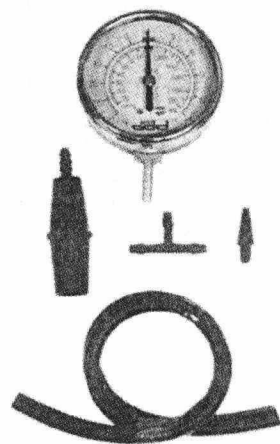
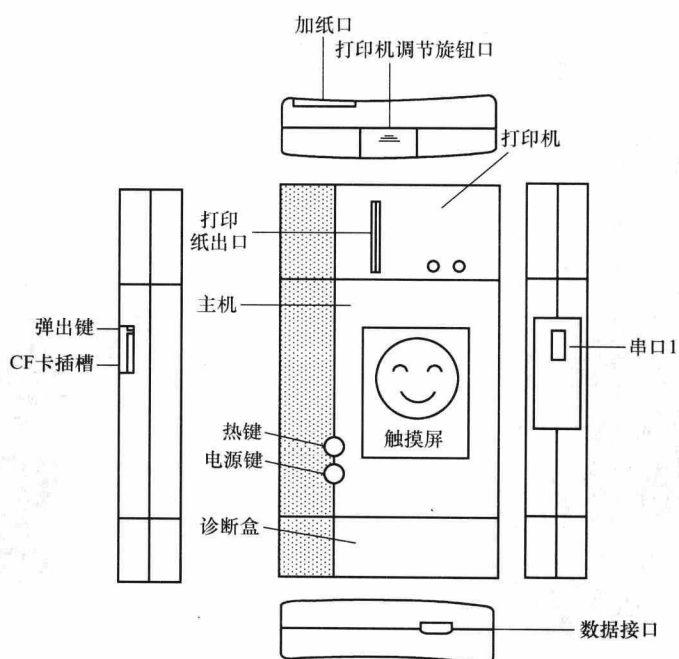

图 1-5 真空压力表实物
图 1-6 X431 触屏式电眼睛微机检测设备
(1) 普通诊断仪器诊断 采用专用测量仪器对汽车某一部位进行检测。将检测的结果与技术参数比较,确认故障点。如:气缸压力表、真空表、气压表等。如图 1-5 所示。
(2) 汽车自诊断 是在诊断插口处,按诊断部位的不同,用跨接线的方法连接端子,通过仪表指示灯的闪烁,读出故障码,并将该故障码与维修手册内的故障码比较,确认故障点。(此方法现在较少使用)
(3) 微机检测设备诊断 先进电子控制诊断技术在现代汽车大量应用。常见微机检测设备有示波器、解码器、电子眼等。此方法简便,快速有效,应用广泛。方法是:将连接线插入汽车诊断插口,用菜单方式调出故障码。并将该故障码与维修手册内的故障码比较,确认故障点。如图 1-6 所示。